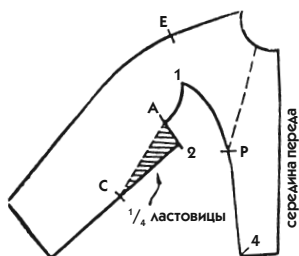

Рис. 712
3. На другом листе бумаги воспроизведите обе части лекала, переведя верхнюю вытачку в рельеф (рис. 712 и 713).
4. К каждой из частей лекала прибавьте по  $\frac{1}{4}$  соответствующей ластовицы (заштрихованные участки на рис. 712 и 713).